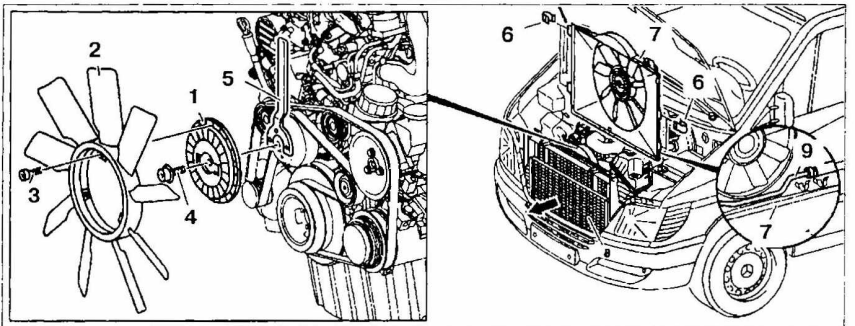

Рис. 56. Снятие и установка вязкостной муфты вентилятора:
3. Переместите радиатор 8 в сборе вперед (рис. 56).